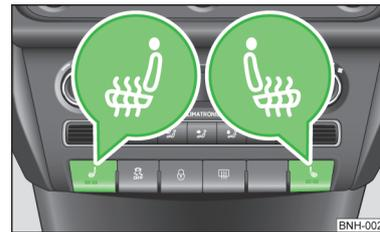

Fig. 53
Tasti per il riscaldamento dei sedili » fig. 53
- Premere il rispettivo tasto 👉 oppure 👉 » fig. 53.